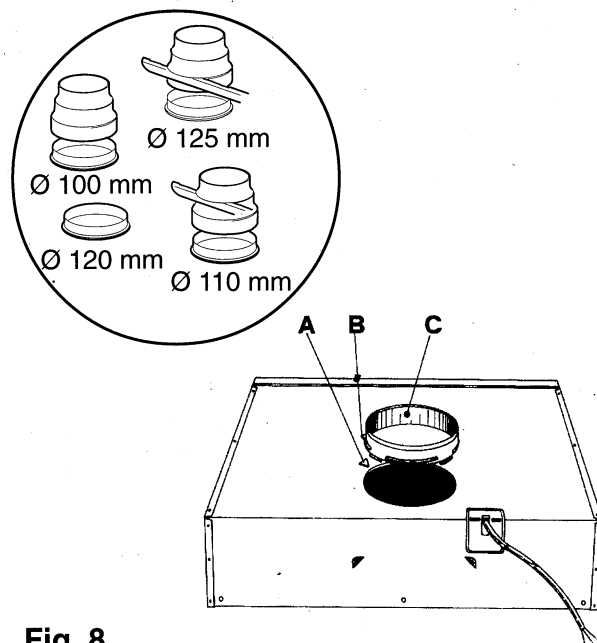

Fig. 8
- Placez la bride de fixation munie d'un clapet de retenue de façon à ce que le point B de la bride soit en face du petit triangle A imprimé sur le corps de l'appareil (fig. 8).